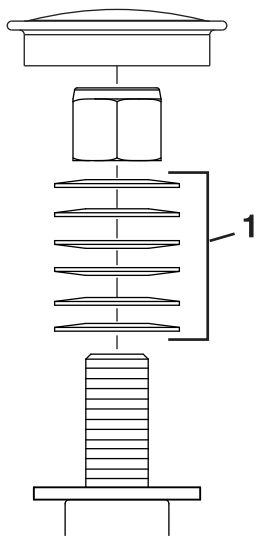

Рисунок 50
3. Зніміть пилозахисну кришку з колеса і затягніть контргайку (Рисунок 50).
4. Затягніть контргайку, доки запобіжні шайби не стануть рівними, а потім відкрутіть на ¼ обороту, щоб встановити належним чином попереднє навантаження на підшипники (Рисунок 50).
Важливо: Переконайтеся, що запобіжні шайби встановлені належним чином, як показано в Рисунок 50.
5. Встановіть пилозахисну кришку (Рисунок 50).